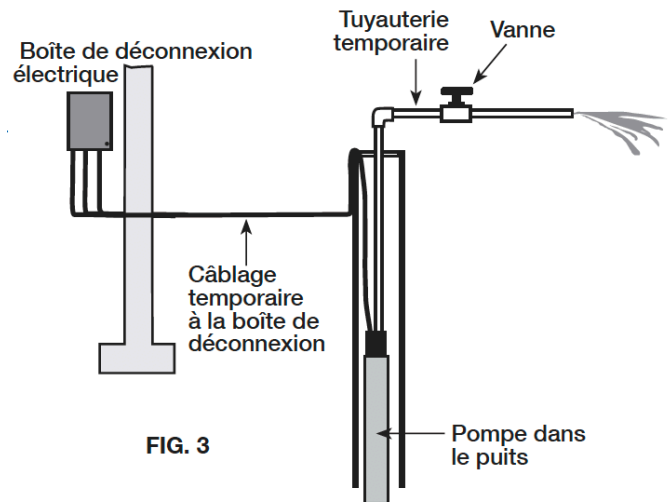

FIG. 3
1. Connectez un coude de tuyau, une courte longueur de tuyau et une vanne à la décharge de la pompe à la tête du puits (voyez la Figure 3).
5. Mettez la vanne sur la décharge 1/3 ouvert; commencez à pomper (Voyez la Figure 3).